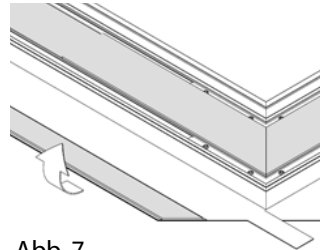

Abb. 7
- Beginnen Sie an einer horizontalen Seite und ziehen das Projektionstuch mit dem Klettstreifen auf die Rückseite des Rahmens. Achten Sie dabei auf eine gute Ausrichtung des Rahmens und des Projektionstuchs in den Ecken (Abb. 7).